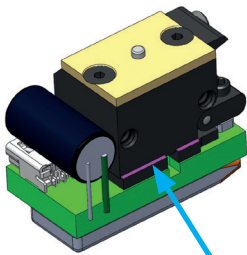
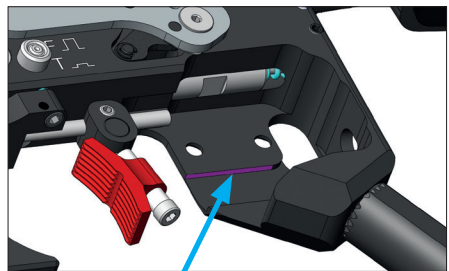

Fig. 3
Fig. 4
El gatillo electrónico cuenta con un pequeño borde para la alineación (color rosa / fig. 3). Su LP500 tiene la contraparte correspondiente (también rosa / fig. 4)
1. Inserte el gatillo electrónico en la caja de mecanismos de la pistola de forma que las dos superficies marcadas queden alineadas (fig. 3,4,5). Puede que sea necesario desenroscar ligeramente el tornillo de la carrera previa (a).